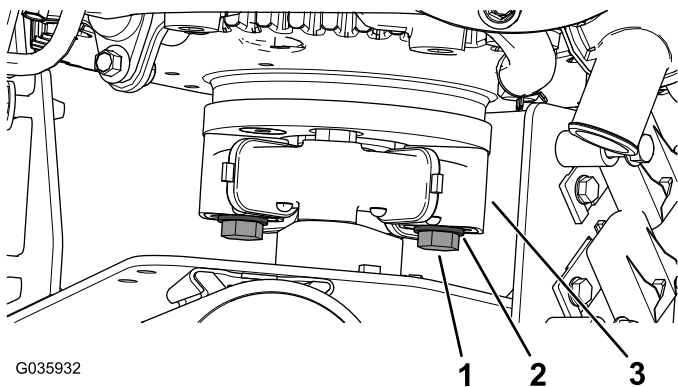

Figura 4
5. Retire los 2 pernos y las 2 arandelas del acoplamiento (Figura 4).